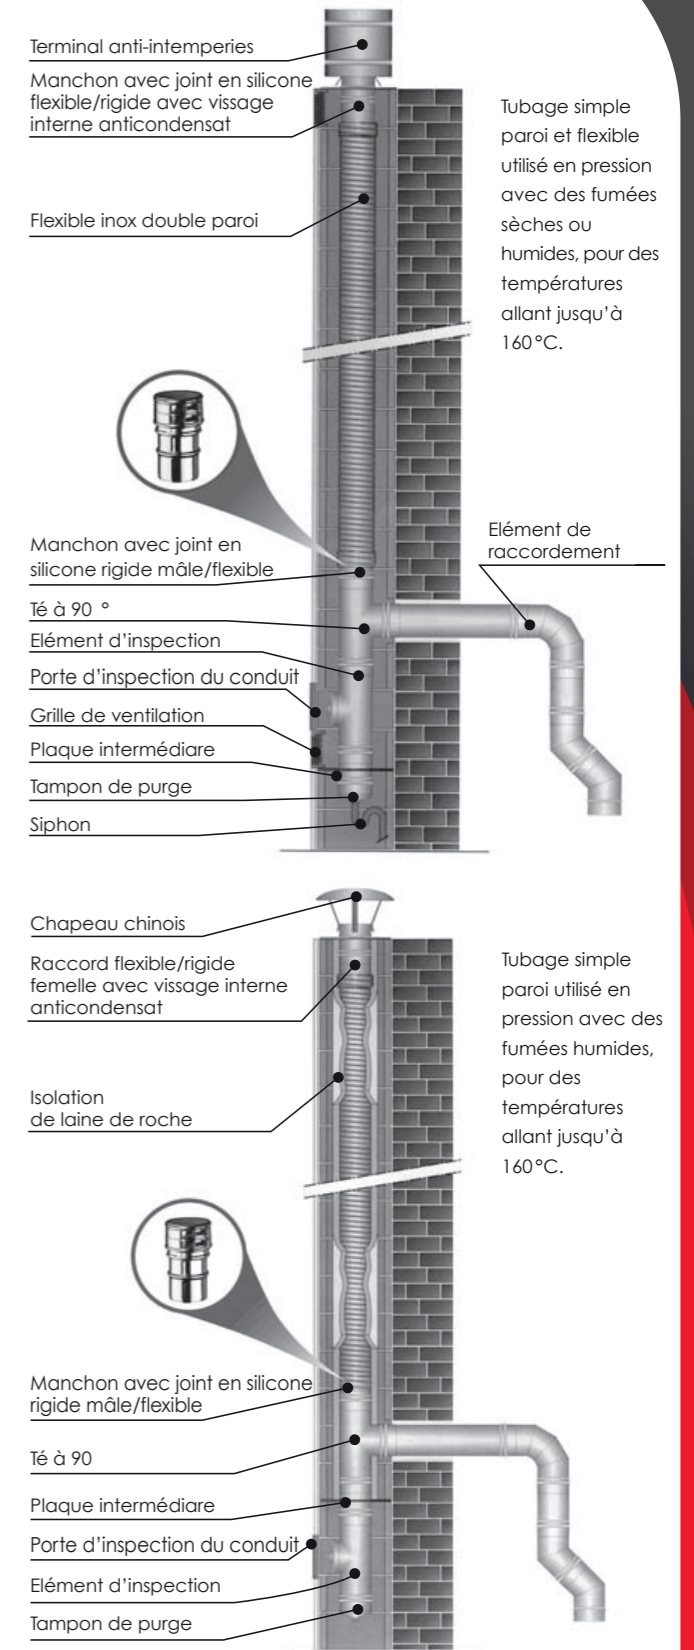

FIG. 3 Installation d'un conduit de tubage fonctionnant en pression positive.
5.1. Schéma de montage pour conduits fonctionnant en pression positive jusqu'à 200 Pa (Fig. 3).